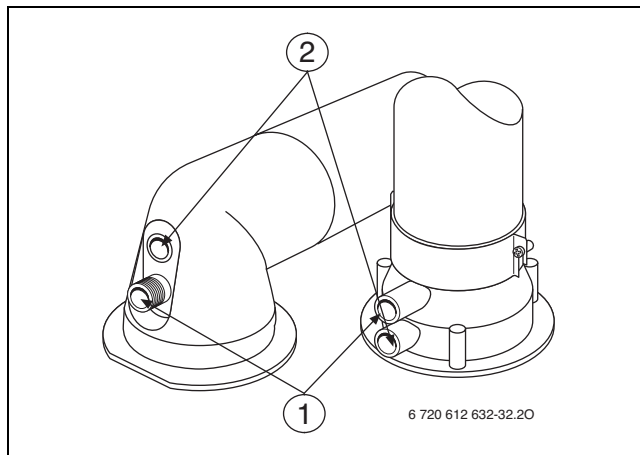

Fig. 64
- Îndepărtați dopurile de închidere de la tubulatură de măsurare a aerului de ardere (2) (→ Fig. 64).
- Îndepărtați dopurile de închidere de la tubulatură de măsurare a gazului ars (1) (→ Fig. 64).